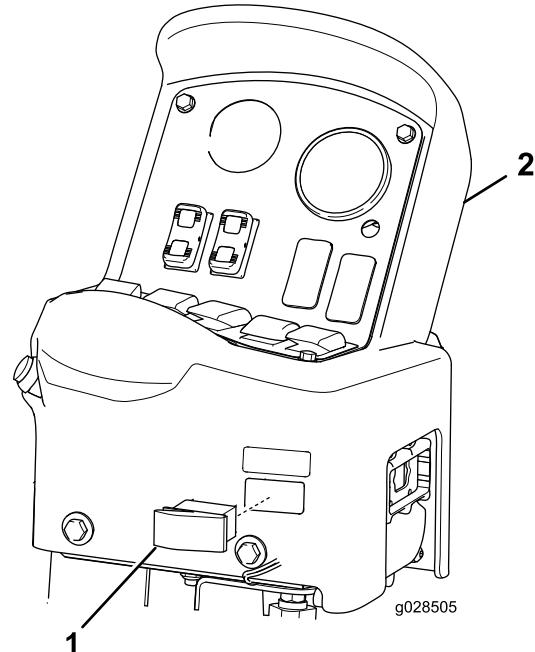

Bild 11
1. Entfernen Sie den Schlüsselschalter unten rechts an der Bedienkonsole (Bild 11).
3. Setzen Sie den Kippschalter in die Öffnung in der Bedienkonsole (Bild 11) ein, bis der Schalter einrastet.